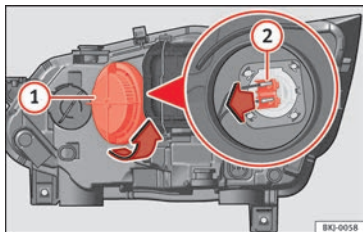

Fig. 95 Dans le compartiment moteur : ampoule des feux de route.
- Tournez le cache (1) vers la gauche et retirez-le » fig. 95.
- Retirez le connecteur (2) de l'ampoule en le tirant vers l'extérieur.
- Placez le connecteur (2) de l'ampoule.
- Placez le cache (1) en le faisant tourner vers la droite.